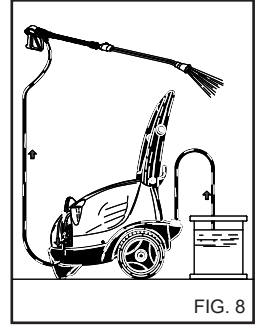

FIG. 8
Efter användning av rengöringsmedlet måste kemikalieinledningen spolas ur med rent vatten (fig. 8).
- 1) Efter användning med rengöringsmedel ska högtrycksvattensystemet sköljas ordentligt. Låt pumpen vara igång i 1 minut. Doseringskranen ska vara stängd. (fig. 8).
4) Efter användning med rengöringsmedel ska högtrycksvattensystemet sköljas ordentligt. Låt pumpen vara igång i 1 minut. Doseringskranen ska vara stängd.(fig. 8).